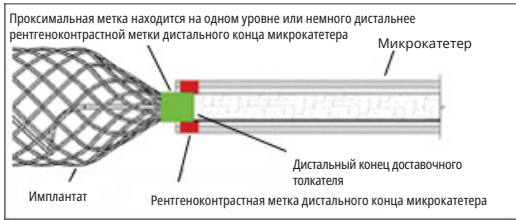

Рисунок 6. Расположение кольцевых меток для отсоединения
- Под рентгеноскопическим контролем медленно продвигайте имплантат из кончика катетера. Продолжайте продвигать имплантат в нужное место до тех пор, пока проксимальная рентгеноконтрастная метка на имплантате не совпадет или не окажется немного дистальнее рентгеноконтрастной метки дистального конца катетера, причем зона отсоединения должна быть расположена непосредственно за кончиком катетера. См. рисунок 6. Измените положение, если требуется. Если размер имплантата не подходит, уберите его и замените другим изделием. Если после размещения и до отсоединения наблюдается нежелательное движение имплантата при рентгеноскопическом контроле, извлеките имплантат и замените его имплантатом более подходящего размера. Движение имплантата может указывать на то, что он может мигрировать после отсоединения. **НЕ поворачивайте доставочный толкатель во время или после доставки имплантата в сосуд. Вращение доставочного толкателя может привести к повреждению имплантата или преждевременному отсоединению имплантата от доставочного толкателя, что может привести к миграции имплантата. Также следует выполнить ангиографическую оценку перед отсоединением, чтобы убедиться в том, что имплантат не выходит в сосуд нежелательным образом.**